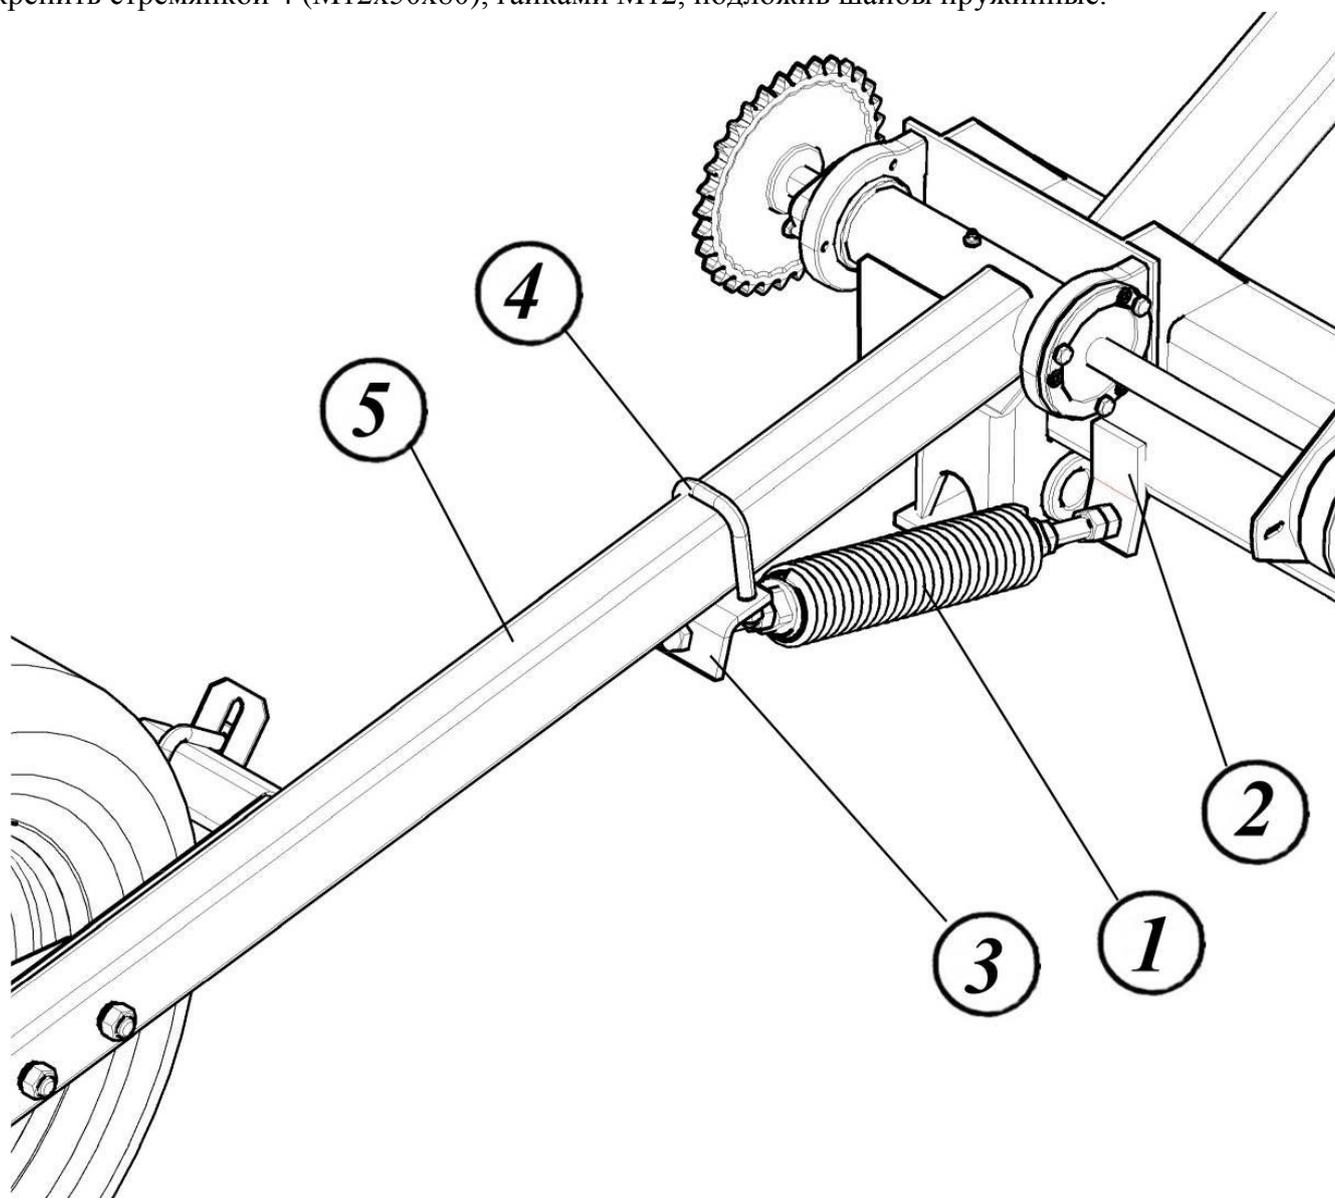

Рис. 5.1.5. Натяжение цепи
5.1.8. Установите узел пружины 1 как показано на рис.5.1.5. Один конец закрепите в кронштейне 2, приваренного к раме бункера, а второй конец – в Г-образной пластине 3. Пластины закрепите стремянкой 4 (M12x50x80), гайками M12, подложив шайбы пружинные.